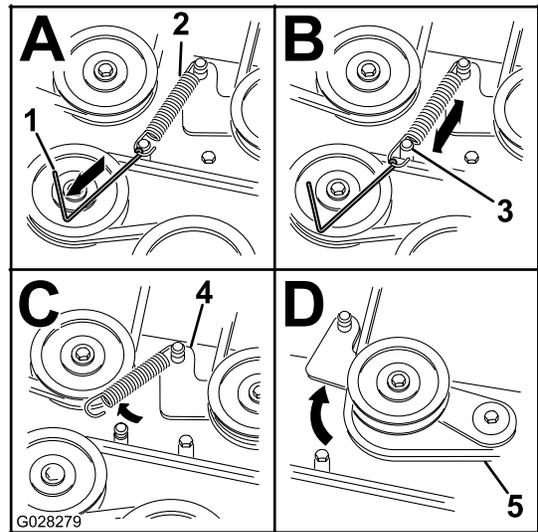

Figura 93
5. Quite la tensión del muelle de la polea tensora tensada con muelle. Consulte Figura 93 o Figura 94.
Nota: Para carcassas de corte Serie 1500 y 2000, use la herramienta para retirar muelles (Pieza Toro N° 92-5771) para quitar el muelle del espárrago de la carcassas de corte (Figura 93).